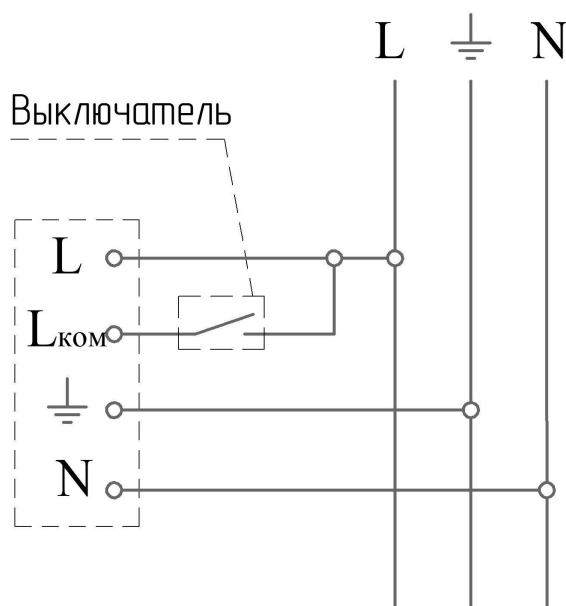

Рисунок 3 - Схема подключения светильника к сети
5.7 Подключите светильник согласно схеме, приведённой на рис. 3, обеспечивая герметичность соединений. При подключении к некоммутируемой сети аварийного освещения между источником переменного тока и светильником не должно быть других выключателей, кроме устройств защитного отключения.